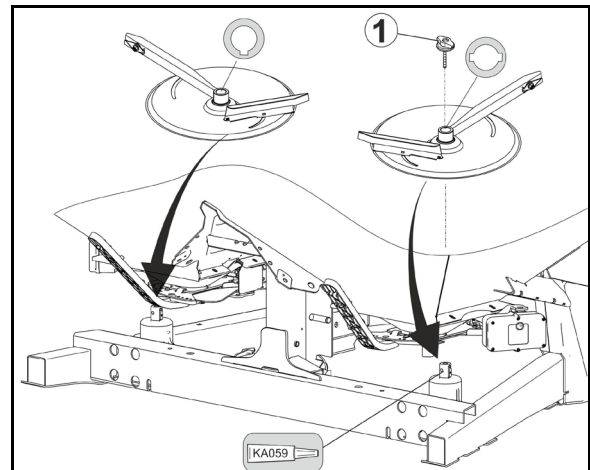

Fig. 70
For en nøyaktig innstilling av de ulike spredevingestillingene uten bruk av verktøy er det plassert to ulike skalaer (Fig. 70/1 og Fig. 70/2) som ikke kan forveksles, på hver spredeskive.
- Den korteste spredevingen (Fig. 70/3) har en skala (Fig. 70/1) med verdier fra 5 til 28, og den lengste spredevingen (Fig. 70/4) en skala (Fig. 70/2) med verdiene 35 til 55.
- Les av innstillingsverdien for den korte spredevingen (Fig. 70/3) på avlesingskanten (Fig. 70/5).
- Les av innstillingsverdien for den lange spredevingen (Fig. 70/4) av på avlesingskanten (Fig. 70/6).
- Når spredevingene dreies til en høyere tallverdi på skalaen (Fig. 70/1 el. Fig. 70/2), blir arbeidsbredden større.